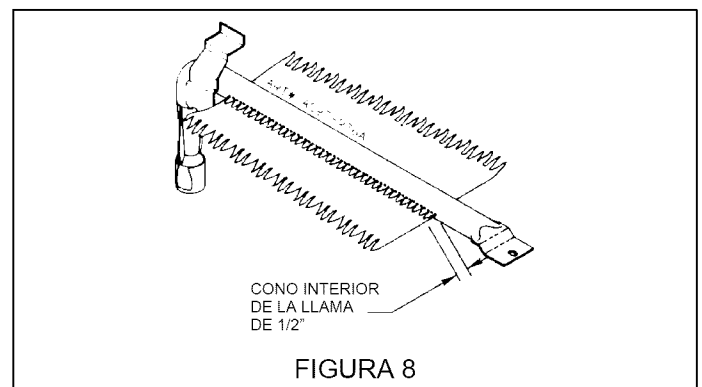

FIGURA 8
- La longitud aproximada de la llama del quemador del horno es de 1/2 pulgada, y debe ser con el interior azul, bien definida, figura 8.